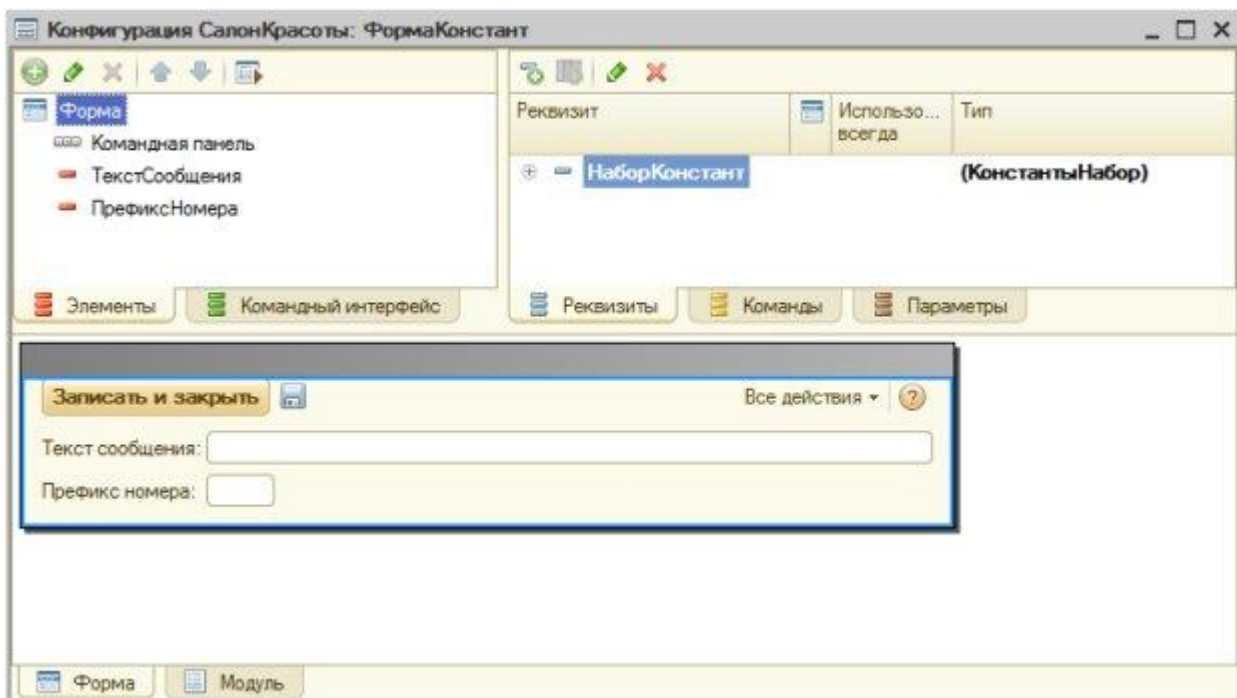

Рисунок 5.10- Окно редактирования формы
7.3 В ветви **Общие формы** появится новая форма с именем **ФормаКонстант**, будет открыто окно редактирования формы, Рисунок 5.10.